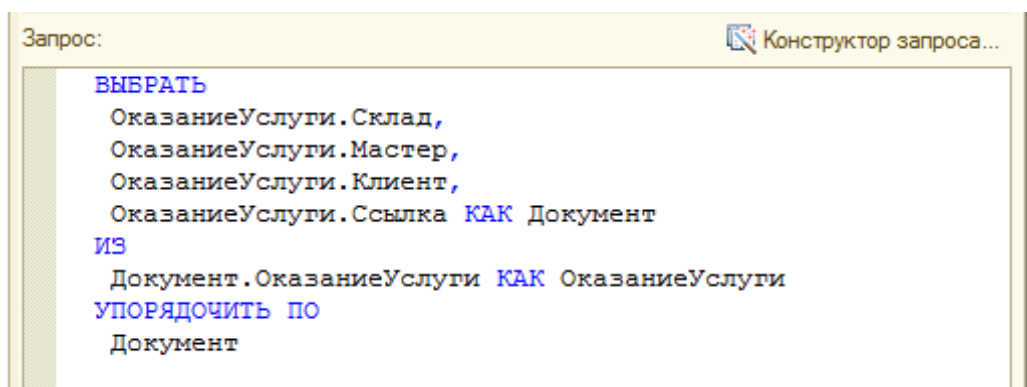

Рисунок 67 Текст запроса
8. Нажмите «**ОК**» и проверьте текст запроса (под кнопкой «**Конструктор запроса**») (рис. 67):